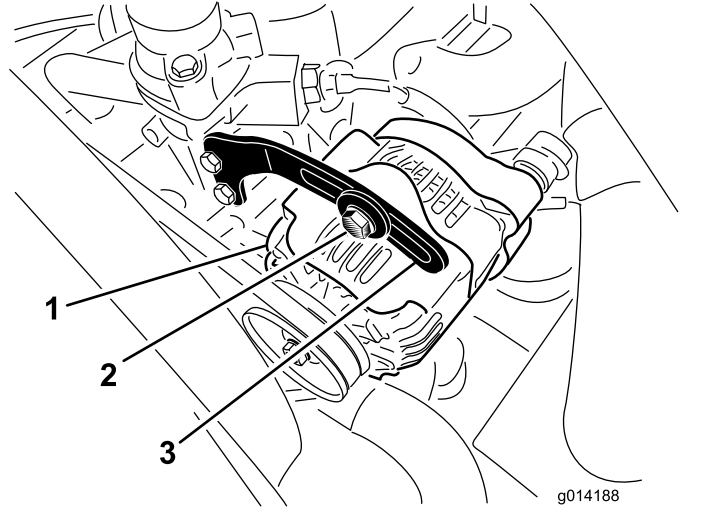

图45
2. 检查交流发电机皮带张紧力的方法：使用 10kg 的力按压交流发电机和曲轴箱皮带轮之间的皮带（图45）中间位置。
3. 松开将支架固定到交流发电机（图45）的螺栓和交流发电机枢轴螺栓。